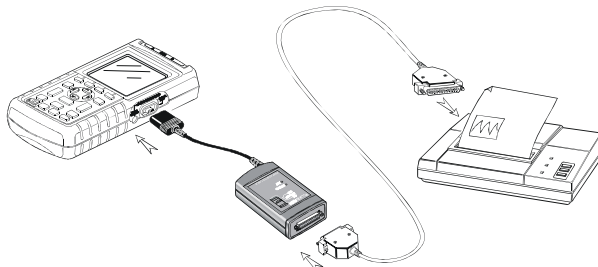

Abbildung 1-23. Anschließen eines Paralleldruckers
- Das Druckeradapterkabel (PAC91, als Option erhältlich), um einen Paralleldrucker an die sog. optische Schnittstelle oder OPTICAL PORT Ihres Meßgeräts anzuschließen. Siehe Abbildung 1-23.